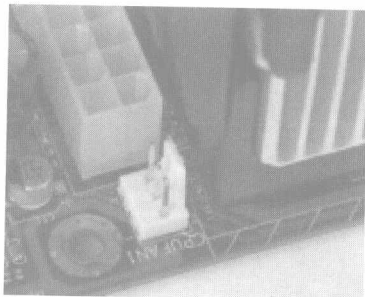

图 1.10 主板 CPU 散热器接口
(4) 将散热器的电源线插好,如图 1.10~图 1.12 所示。